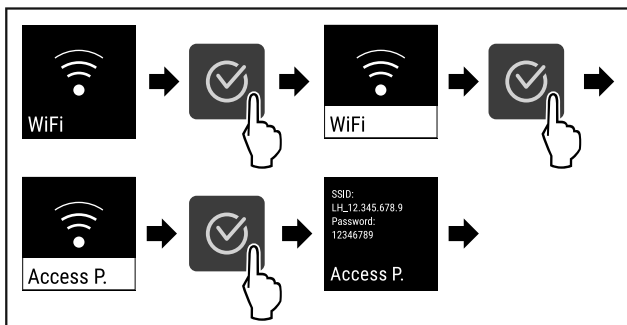

Fig. 75
- Izvedite zahtevane korake (glejte Fig. 75).